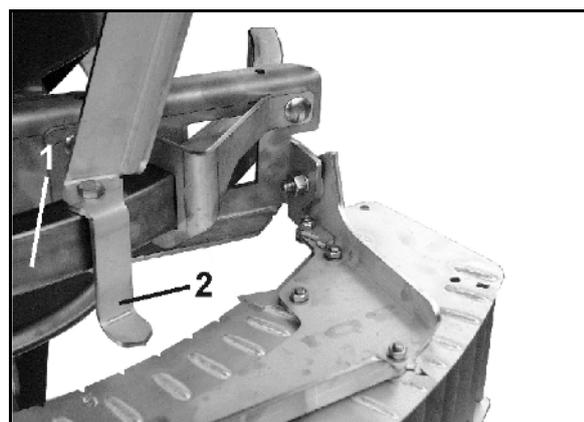

図 75
1. このためにクラムプレバー (図 75/1) を解除します。